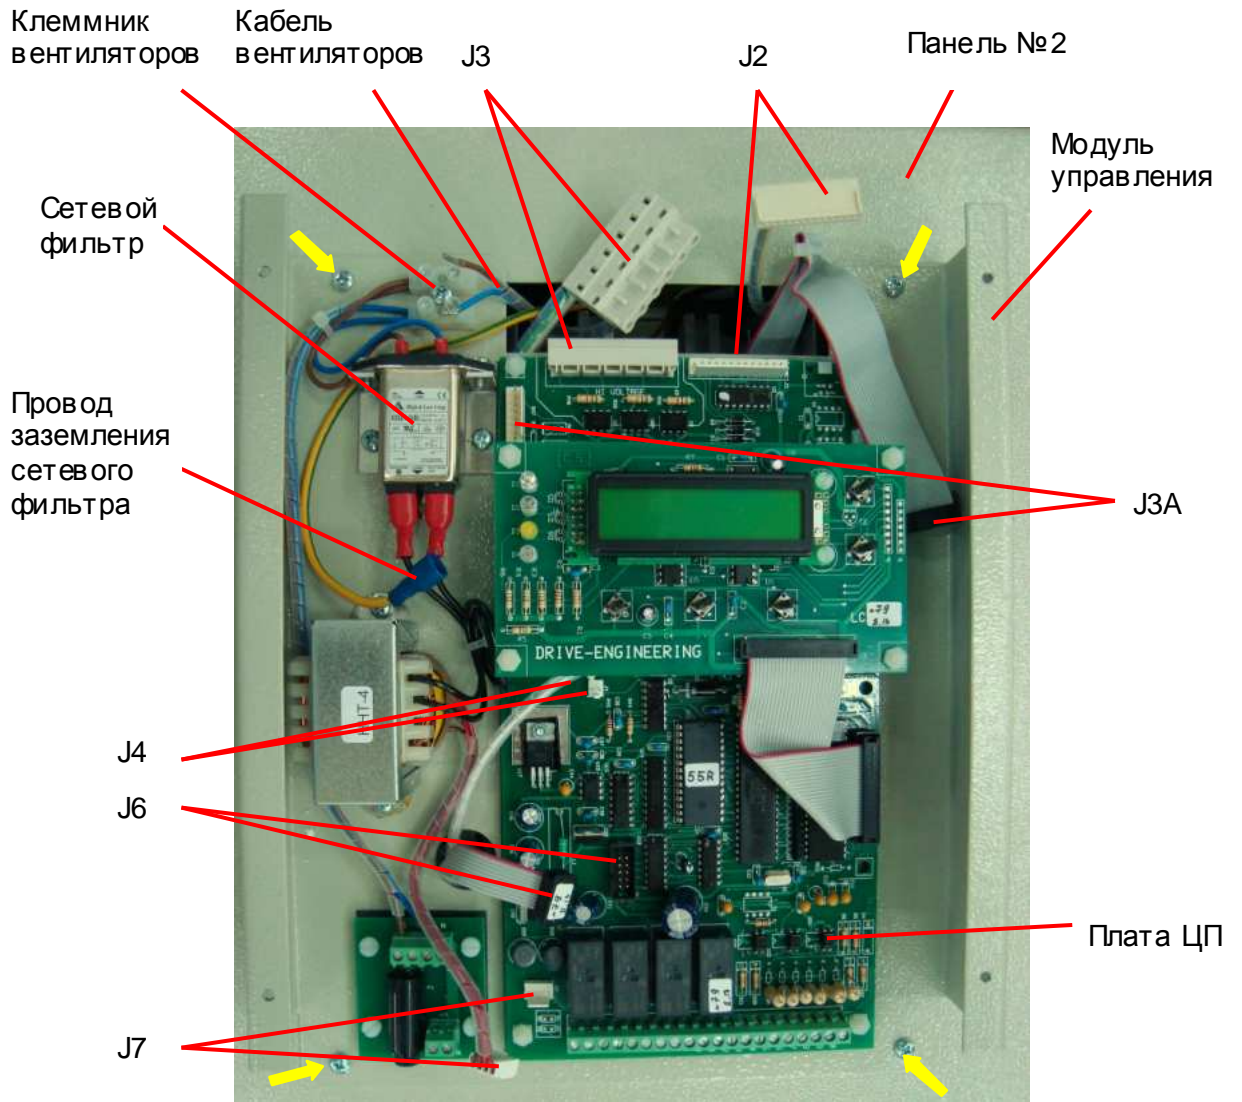

Рис. 7.28
7.11.1. Установить модуль управления на панель №2 корпуса УПП (рис. 7.28). При установке модуля обратить внимание на соединительные кабели и провода, которые необходимо расположить согласно рис. 7.28.
7.11.2. Зафиксировать модуль управления четырьмя винтами (рис. 7.28, желтые стрелки).
7.11.3. Подключить разъемы кабелей к плате ЦП (разъемы J2, J3, J3A, J4, J6, J7, рис. 7.28 и схема п.4.3).